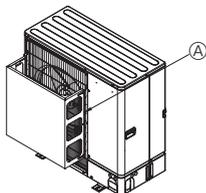

Fig. 2-4
- ② Paigaldage kaitsevari, kui seade paigaldatakse kohta, kus nt orkaani vms tuuled võivad otse õhu väljalaskeavasse tungida. (Fig. 2-4)